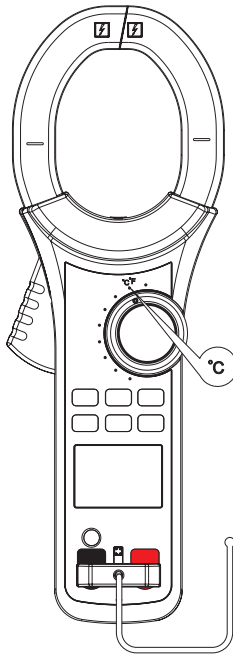

Рис. 10 Измерение температуры
7.8 Измерение температуры (рис.10)
2. Подключите к прибору термопару типа K (рис. 10).